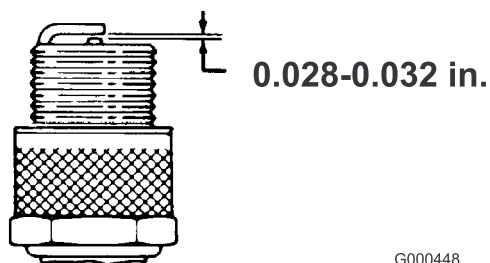

Figura 27
3. Impostate la distanza fra gli elettrodi a 0,7-0,8 mm (Figura 27). Montate la candela all'esatta distanza tra gli elettrodi, e serratela saldamente a 23 Nm.